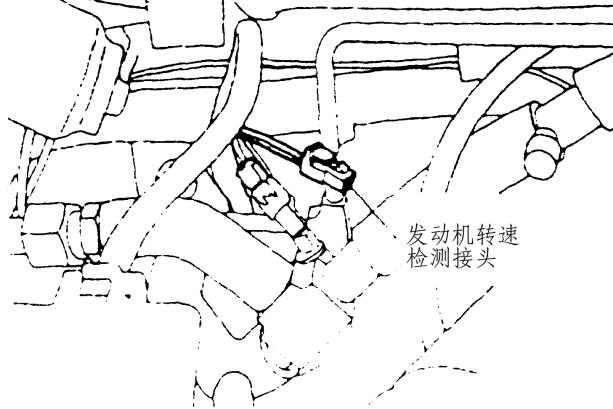

图 3-35 发动机转速检测接头
- (1) 检查与调整前，将车辆调整为检查前准备状态。
- (2) 将 MUT-II 接上诊断接头。注意在接上 MUT-II 时，先将诊断控制端子搭铁。
- (3) 若不使用 MUT-II，请按下列方法调整：
①如图 3-35 所示，在发动机转速检测接头内（蓝色）插放回纹针。